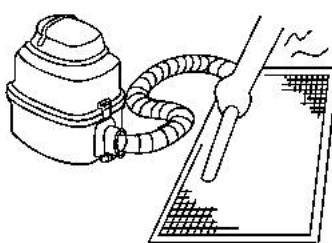

fig.5
- La entrada de aire debe estar orientada hacia arriba cuando se utiliza el aspirador. (Véase la Fig. 5).